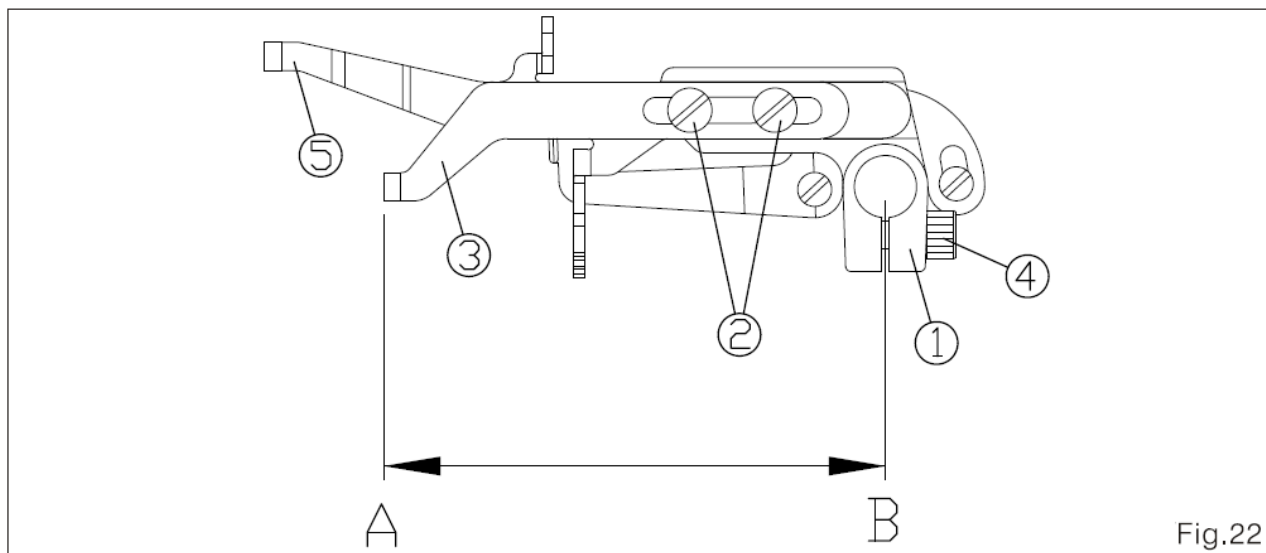

Fig.22
1. Ao girar a polia para abaixar totalmente a barra da agulha, a borda superior do encurtamento de linha da agulha ① deve permanecer na horizontal. Se necessário, para ajustar a posição do encurtamento, afrouxe o parafuso ④. (Fig.22)